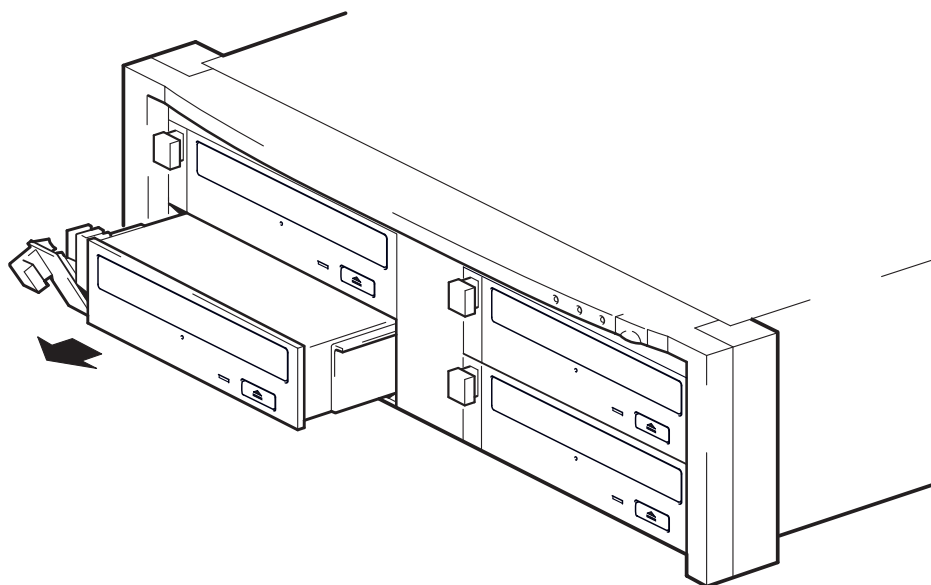

図 5b: ドライブを取外す
- 2 取外しレバーを使用するときは、ドライブをテープ・アレイから慎重にしっかりと引き抜いてください（図 5b を参照）。